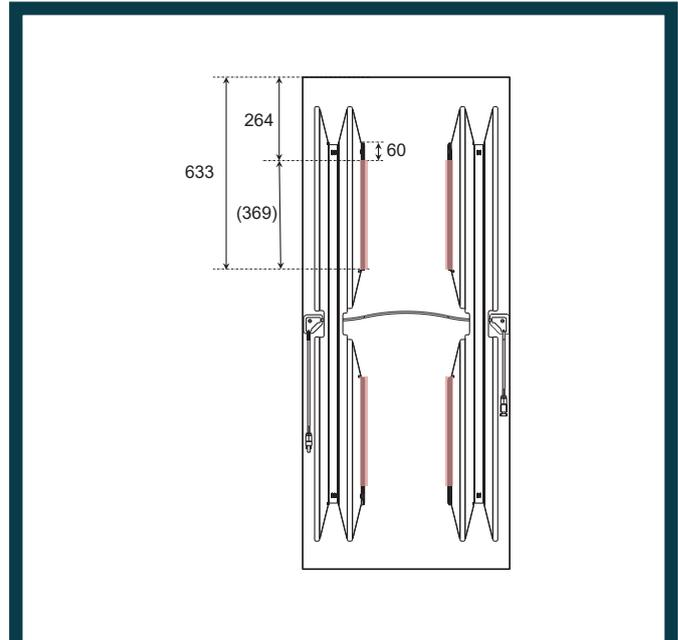
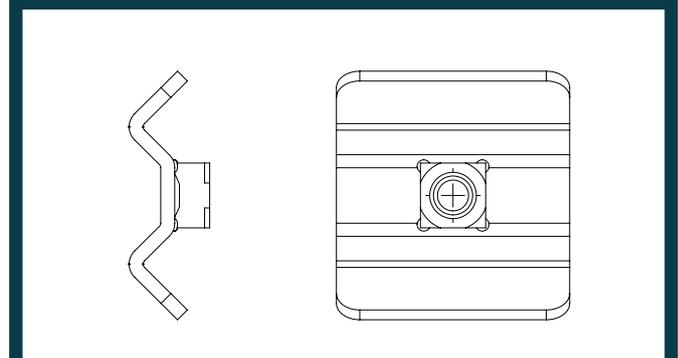

Abb. 1: Rückseite Modul „Hook-In“ Variante
Abb. 3: SMART „Hook-In“ Klemme
- AVANCIS schreibt vor, dass die PV-Module an den 4 Montagebereichen der Rückenschienen montiert werden (rote Markierungen in den Abb. 1, 4 und 6).
- Die SMART-Klemmen müssen mit ihrer gesamten Länge im erlaubten Klemmbereich (rote Markierungen in den Abb. 1, 4 und 6) der Montageränder der Rückenschiene liegen und müssen mit einem Anzugsdrehmoment von 20 Nm vorgespannt werden. Der erlaubte Klemmbereich umfasst den ganzen Montagerand mit Ausnahme der ersten 6 cm gemessen vom äußeren Ende. Gemessen von der Glaskante umfasst dies den Bereich von 264 mm bis 633 mm (bei Standardlänge).
- SKALA PV-Module werden standardmäßig entsprechend der „Hook-In“-Variante unter Berücksichtigung der sonstigen lokalen baurechtlichen Anforderungen, wie in der Abbildungen 1 und 2 gezeigt, montiert. Die roten Bereiche in Abbildung 1 bezeichnen dabei den erlaubten Bereich für das Anbringen der SMART-Klemme (Abbildung 3).